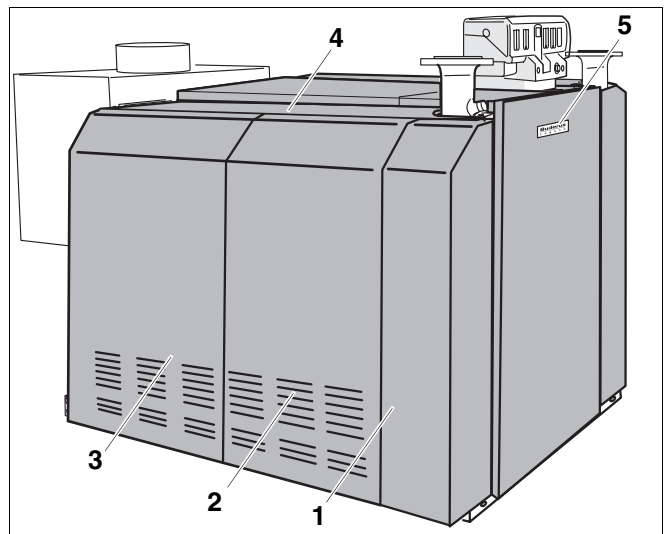

Рис. 72 Смонтированный котел Logano GE434
- Задние боковые стенки (рис. 72, поз. 3) и, если имеются, средние боковые стенки (рис. 72, поз. 2) подвесить сверху на боковые крышки котла (рис. 72, поз. 4) и закрепить внизу к продольным планкам винтами с плоскими головками 3,9 x 9,5.
- Вынуть фирменную табличку (Logano GE434) (рис. 72, поз. 5) из пакета "Техническая документация" и установить ее на передней стенке котла.